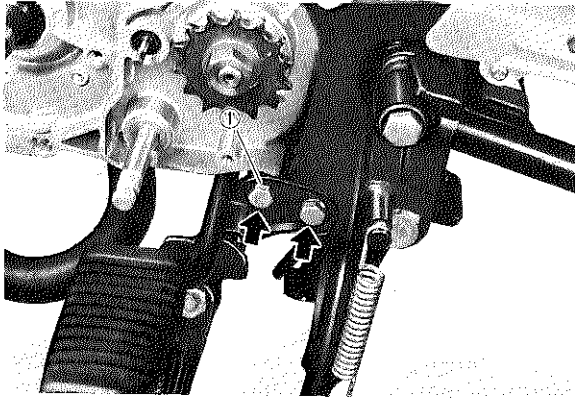
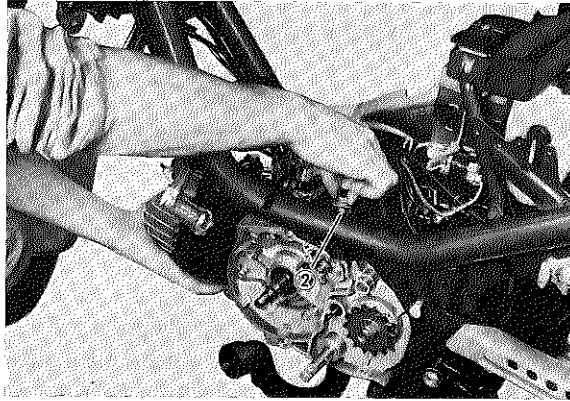

Fig. 3-1-9
Fig. 3-1-10
1. Remove five engine mounting bolts. Remove footrest two bolts (1) and two bolts (2) in the upper area of the engine, and remove bolt (3). (Fig. 3-1-9)(Figs. 3-1-10 and 3-1-11)
Enlever le boulon des repose-pieds (1) et les deux boulons (2) supérieurs, et enlever le boulon (3) en dernier lieu. (Fig. 3-1-9) (Figs. 3-1-10 et 3-1-11)
Fußrastenbolzen (1) und zwei Schrauben (2) im Oberteil des Motors sowie die Schraube (3) entfernen. (Fig. 3-1-9) (Fig. 3-1-10 und 3-1-11)